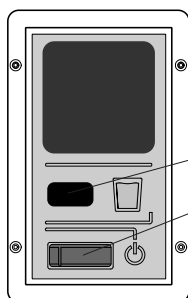

Fig. 10: Kontrollpanel AD 5 og AD 6, S-versjonen
3. Slå av avfukteren med strømbryteren. Trykk deretter på på/av-bryteren **E-versjonen** (fig. 9, pos. 5), S-versjonen (fig. 10, pos. 2) på kontrollpanelet. Hvis avfukteren er riktig tilkoblet og fuktigheten på stedet er høyere enn den innstilte fuktighetsverdien (**bare E-versjonen**), begynner avfukteren å arbeide.
1. Slå av avfukteren med på/av-knappen (fig. 9, pos. 5) og (fig.10, pos. 2).